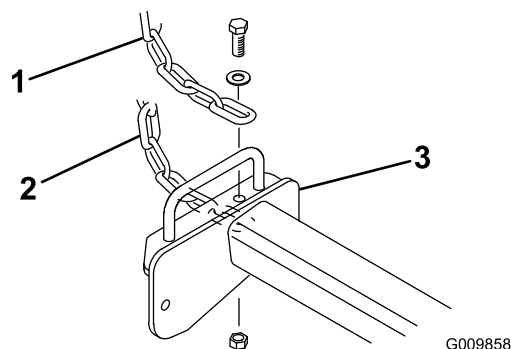

Figura 10
3. Fije una cadena de volteo a la parte superior del bastidor de cada unidad de corte de 27" y a la parte inferior del bastidor de cada unidad de corte de 32" con un perno, una arandela y una contratuercas (Figura 10).